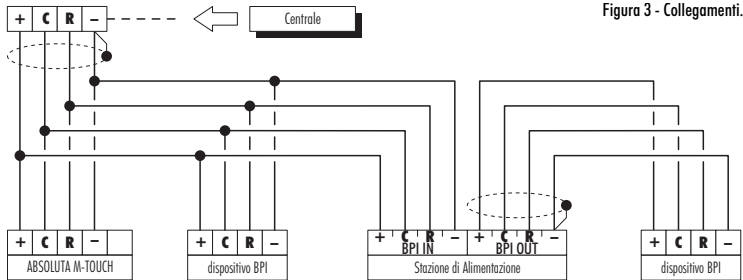

Figura 3 - Collegamenti.
2. Collegare i quattro fili del bus BPI della centrale (+, G, R, -) ai morsetti della tastiera come mostrato in Figura 3.